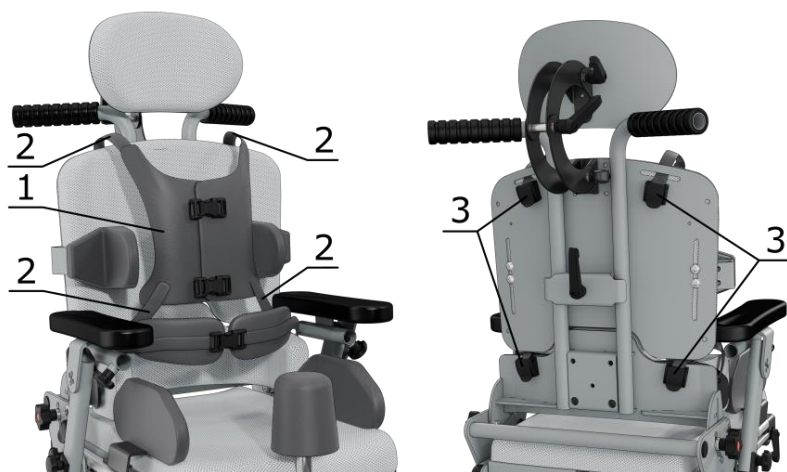

Рисунок 25. Жилет.
Для установки жилета (1), проденьте лямки жилета (2) в специальные крепежные элементы (3), установленные на спинке кресло-коляски (**рис.25**).